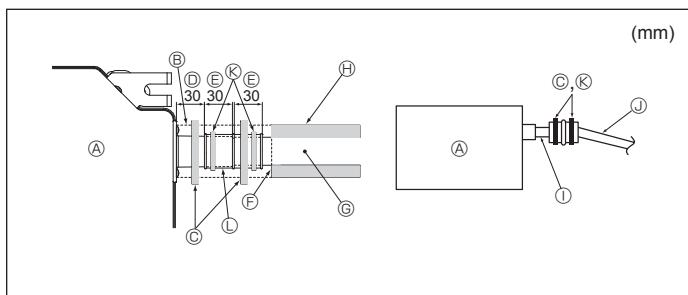

Fig. 3-5
- Ligue o bocal de drenagem (fornecido com a unidade) à porta de drenagem. (Fig. 3-5)